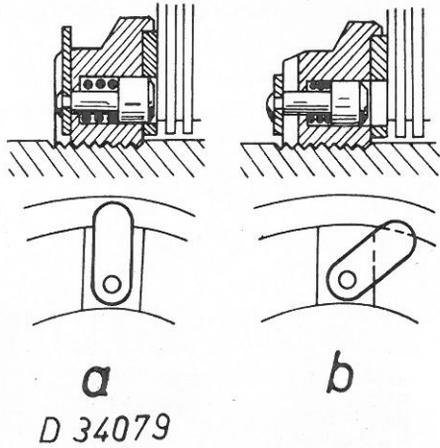
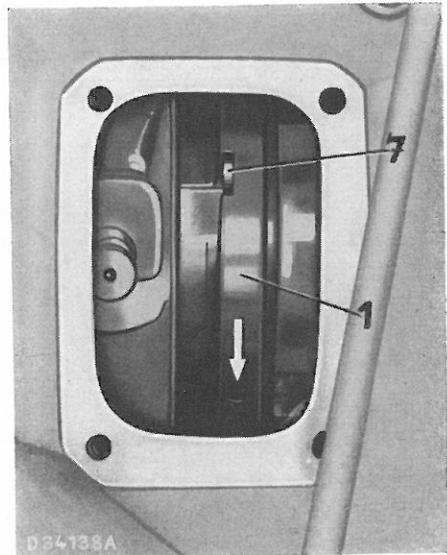

fig. 205
fig. 206
b) Débloquer l'écrou de réglage (1 fig. 203/206) en tirant et en tournant le loquet (fig. 205).
c) Tourner l'écrou de réglage (1, fig. 206) au moyen de la clef allen (v. outillage) et des trous prévus à cet effet, dans la direction de la flèche (fig. 206) en retournant en même temps le loquet dans sa position d'arrêt (a, fig. 205) jusqu'à ce que ce loquet s'enclenche dans le 1er trou rencontré.